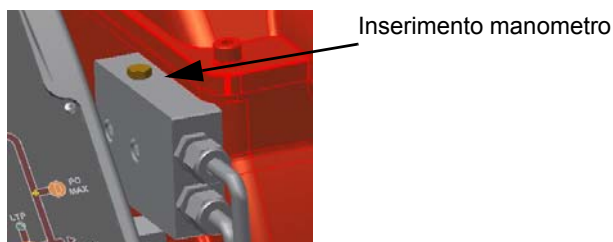
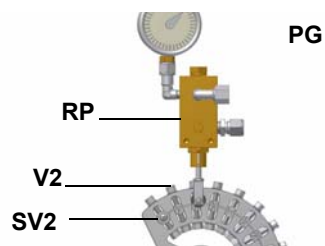

Fig. 28
Fig. 29
- 4 durante la preventilazione, sfiatare l'aria dall'attacco (**M**) manometro della pompa (Fig. 28), allentando leggermente il tappo, senza toglierlo; quindi rilasciare il contattore.
- 6 La pressione di alimentazione ugello è già pre-tarata in fabbrica e non deve essere cambiata. Solo se necessario, regolare la pressione di alimentazione (vedi relativo paragrafo) nel modo seguente: inserire un manometro nella posizione indicata in Fig. 29 agire sulla vite di regolazione **VR** della pompa (vedi Fig. 28) fino ad ottenere una pressione all'ugello pari a 20 bar (ugelli Monarch o ugelli Bergonzo - vedere grafici a pag. 38);